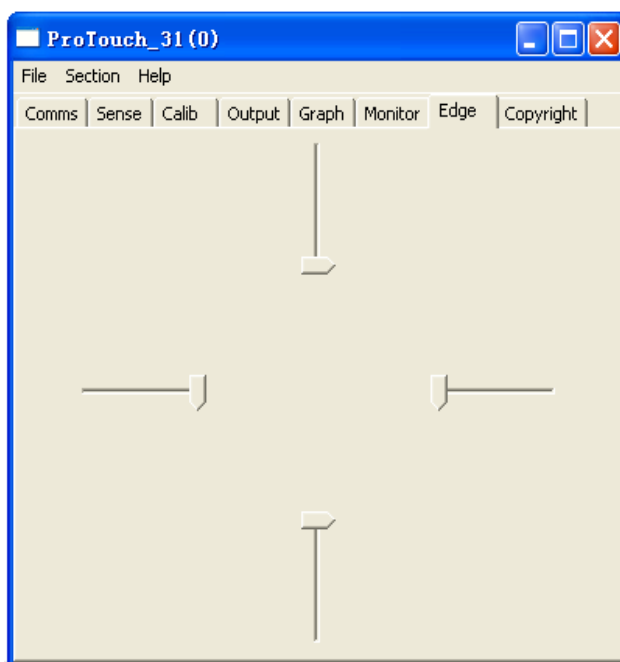

图 15
2. 每一个滑块代表触摸膜一条边，图 15 显示了边缘的缺省位置；